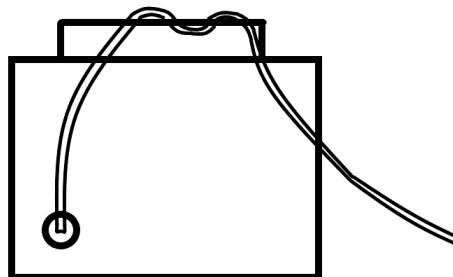

Abbildung 11
1. Das Kabel 2–3 mal um den Griff wickeln. (Abb. 11)